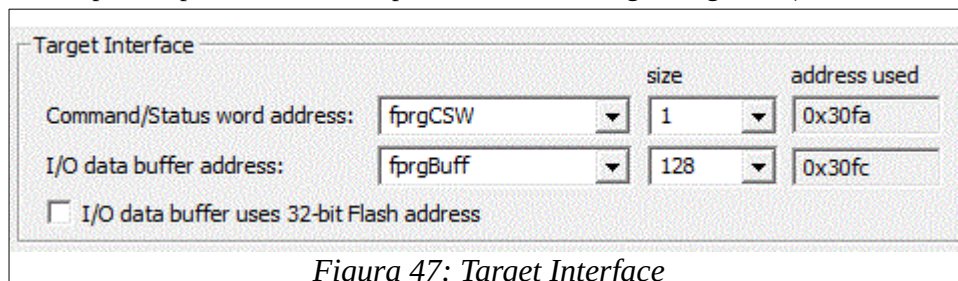
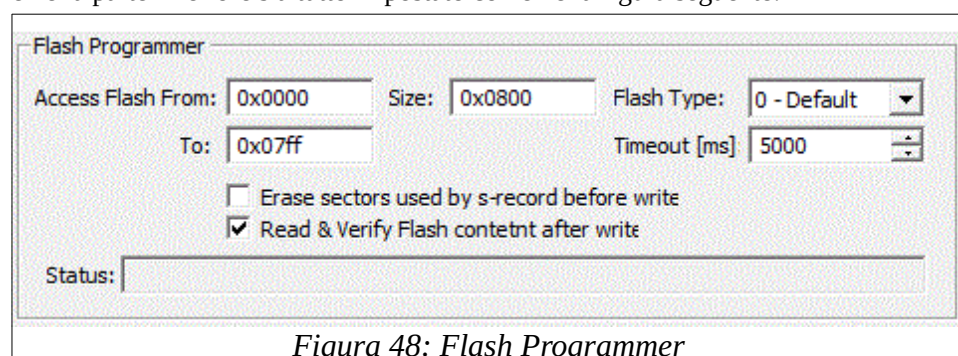

Figura 47: Target Interface
Figura 48: Flash Programmer
2. Verificare che nella parte superiore sia tutto impostato come nella Figura 47 e nella parte inferiore come nella Figura 48.